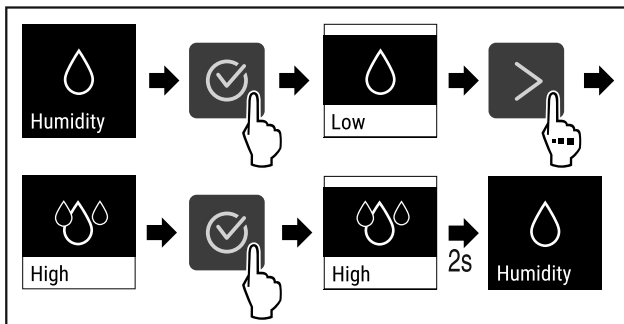

Fig. 75
- ▶ Suorita toimenpidevaiheet (katso Fig. 75).